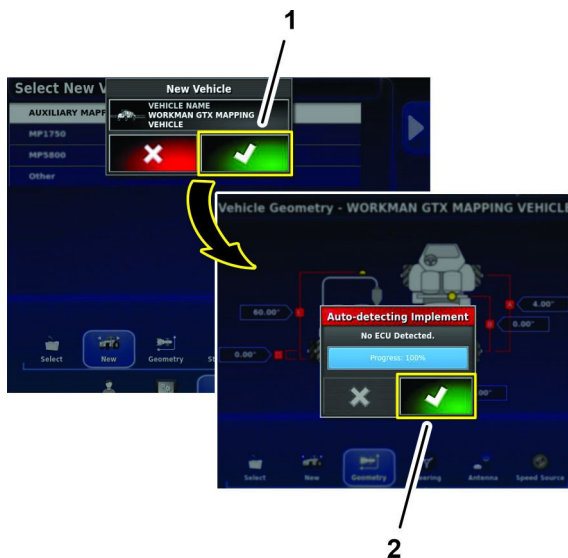

Figura 187
7. En el cuadro de diálogo Nuevo vehículo, pulse el icono Confirmar (Figura 187).
8. En el cuadro de diálogo Detección automática del implemento (Figura 187), pulse el icono Confirmar.